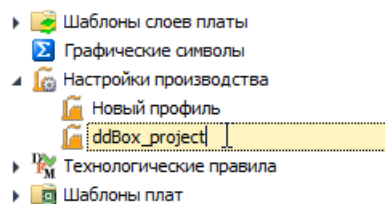

Рис. 123 Ввод наименования профиля
3. Введите новое наименование шаблона и нажмите клавишу «Ввод» (Enter), Рис. 123.